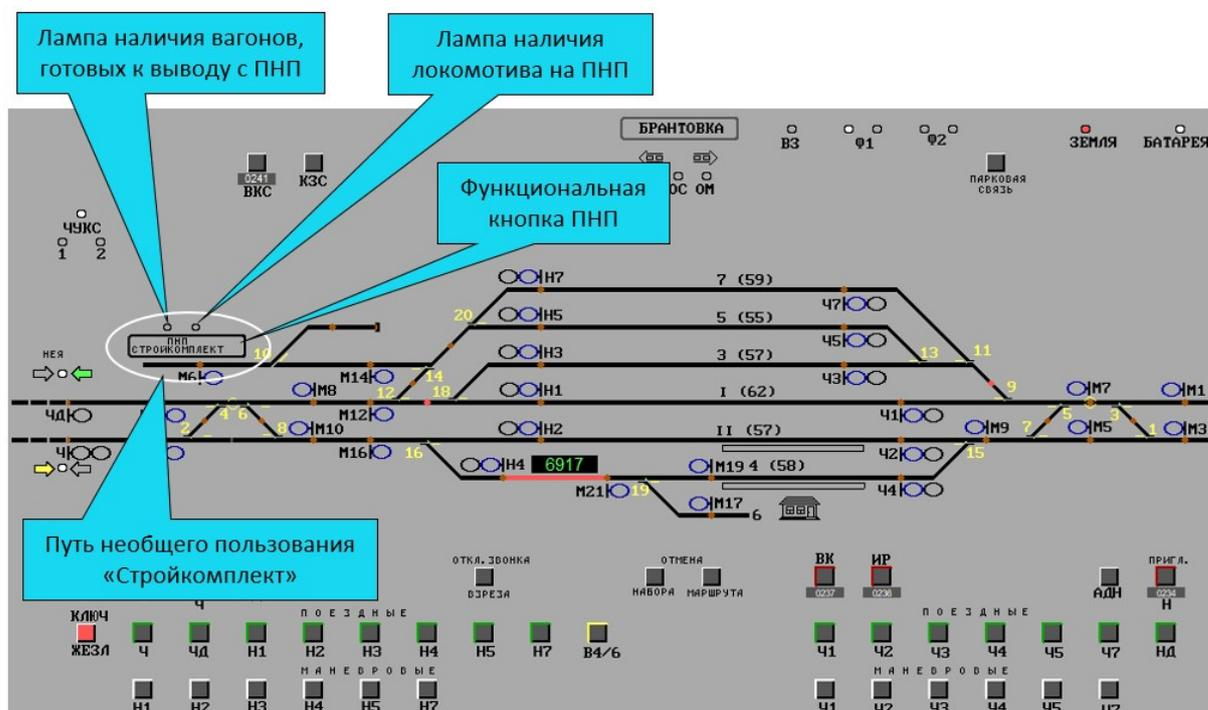

Рис.1 Пульт-табло станции.
Для работы с ПНП в Имитационном тренажере на пульте-табло станции нанесены две информационные лампы и функциональная кнопка с наименованием ПНП (рис.1).
1. Нажатием левой клавиши мыши на функциональной кнопке ПНП (рис.1);